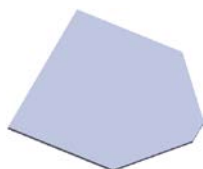
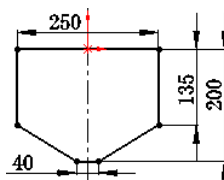

图 2.2 基体一法兰 1
图 2.3 横断面草图
Step2. 创建图 2.2 所示的钣金基础特征——基体—法兰 1。
(1) 选择命令。选择下拉菜单 **插入(I)** **钣金(H)** **基体法兰(A)...** 命令 (或单击“钣金”工具栏上的“基体法兰/薄片”按钮)。
(2) 定义特征的横断面草图。
① 定义草图平面。选取前视基准面作为草图平面。
② 定义横断面草图。在草图环境中绘制图 2.3 所示的横断面草图。
③ 选择下拉菜单 **插入(I)** **退出草图** 命令,退出草图环境,此时系统弹出“基体法兰”对话框。
(3) 定义钣金参数属性。
① 定义钣金参数。在 **钣金参数(S)** 区域的文本框 中输入厚度 3.0。
② 定义钣金折弯系数。在 **折弯系数(A)** 区域的下拉列表中选择 **K 因子** 选项,把文本框 **K** 的因子系数改为 0.4。
③ 定义钣金自动切释放槽类型。在 **自动切释放槽(I)** 区域的下拉列表中选择 **矩形** 选项,